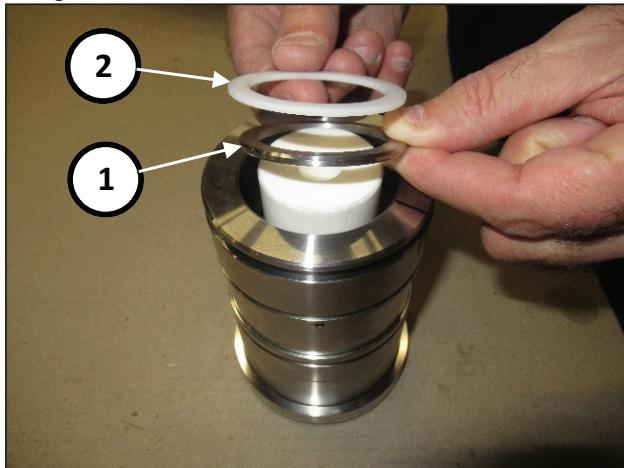

Fig. 178
Insert the spring ring (pos. ①, Fig. 178), and scraper ring (pos. ②, Fig. 178).